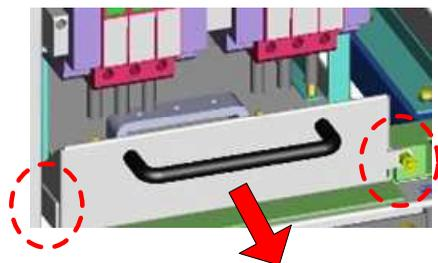

Figura 17-2: Viti di tenuta cassetto DC
1. Svitare le due viti di bloccaggio del cassetto DC. (Figura 17-2)